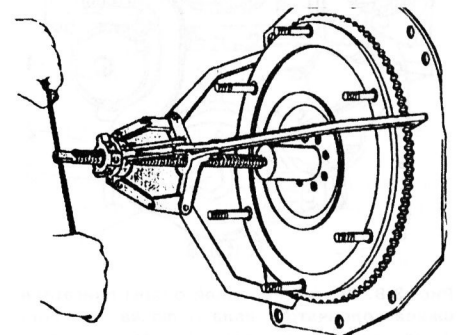

Рис. 3.5. Снятие маховика
13. Снять маховик в сборе (рис. 3.5).